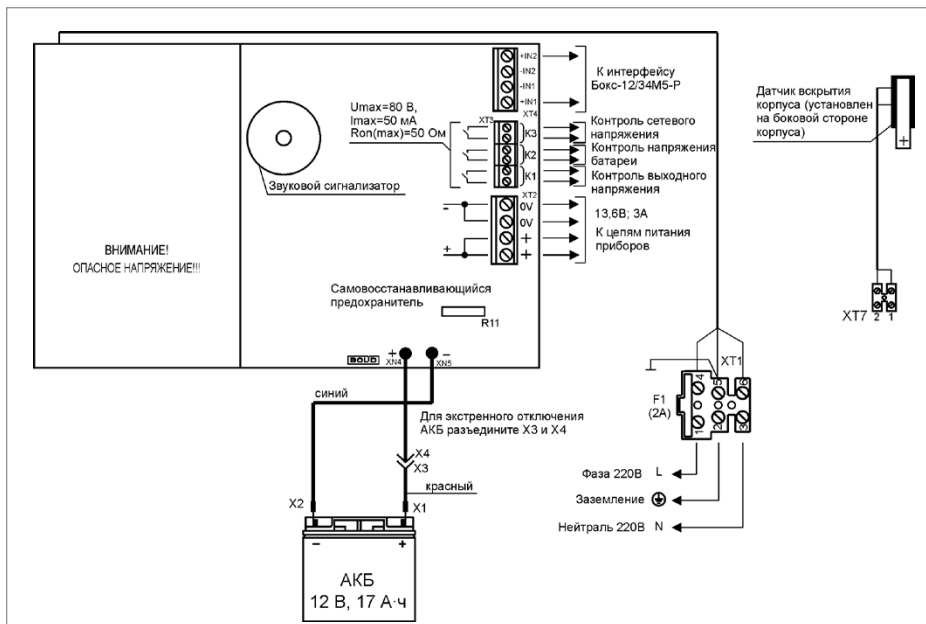
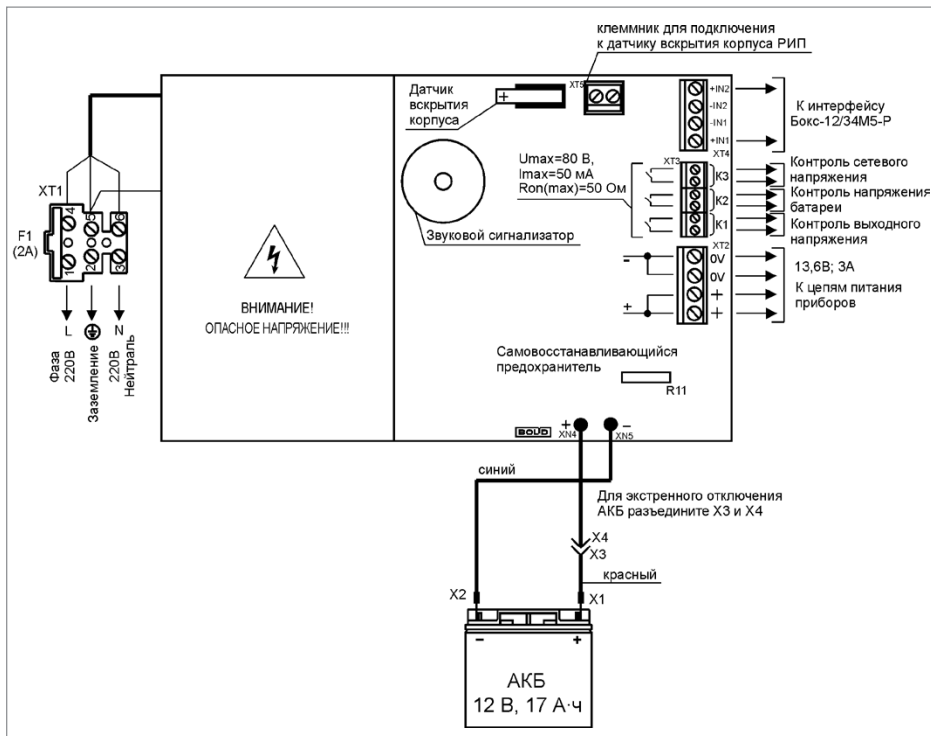

Рисунок 11. Схема подключения РИП-12 исп.15 (РИП-12-3/17М1-Р)
Рисунок 12. Схема подключения РИП-12 исп.16 (РИП-12-3/17П1-Р)
1.6. Схемы подключения РИП-12 исп.15 (РИП-12-3/17М1-Р) и РИП-12-3/17П1-Р (РИП-12 исп.16) приведены на Рисунок 11 и Рисунок 12 соответственно.
- 1.13. Проверьте правильность произведённого монтажа в соответствии со схемой подключения (Рисунок 11 и Рисунок 12).
- 2.10. Отключите аккумуляторную батарею от платы РИП, отсоединив контакты Х1, Х2 от клемм АКБ (см. Рисунок 11 и Рисунок 12).